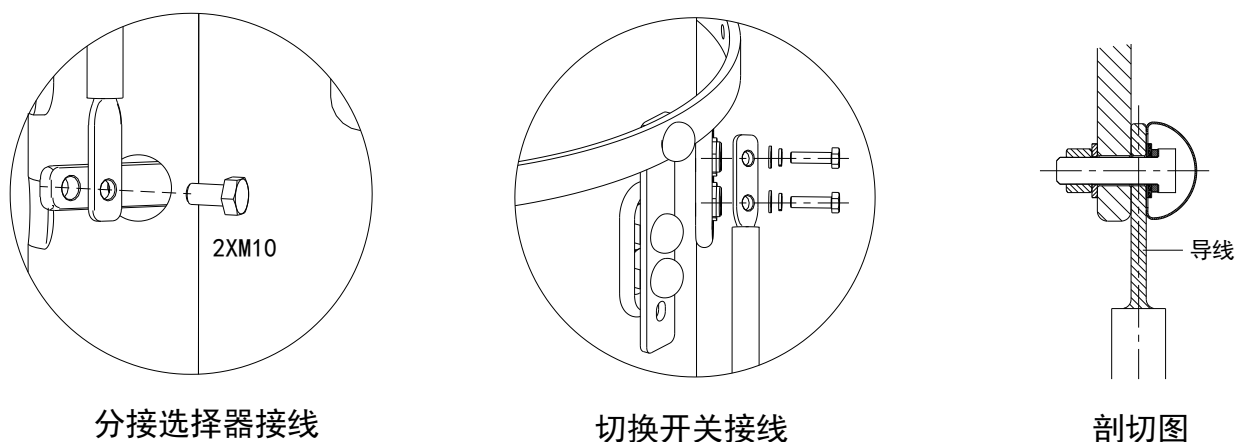

图 5-10 分接选择器和切换开关油室单双数导线连接
- ✓ 切记须将导线直接与绝缘筒上触头贴平，不要将均压帽夹在两者中间（见图 5-10）。